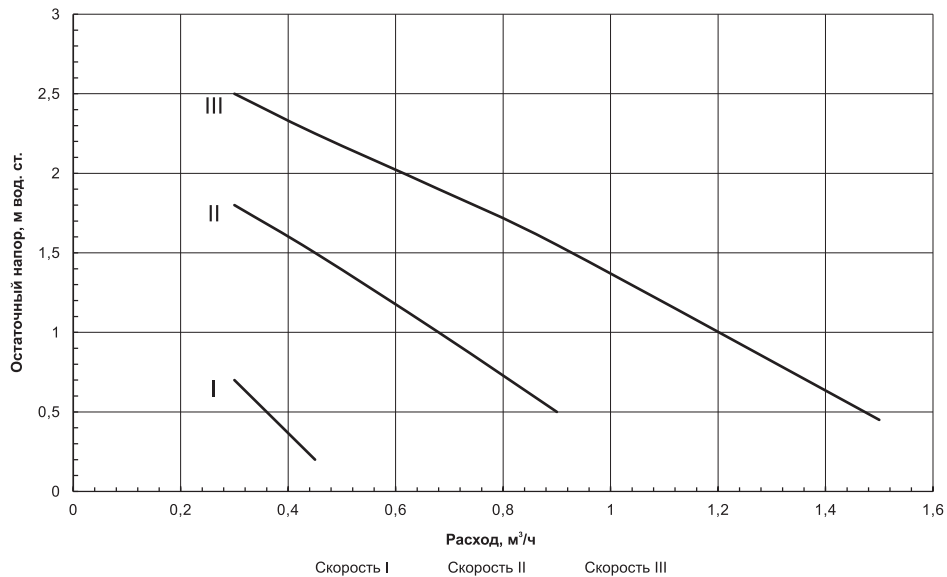
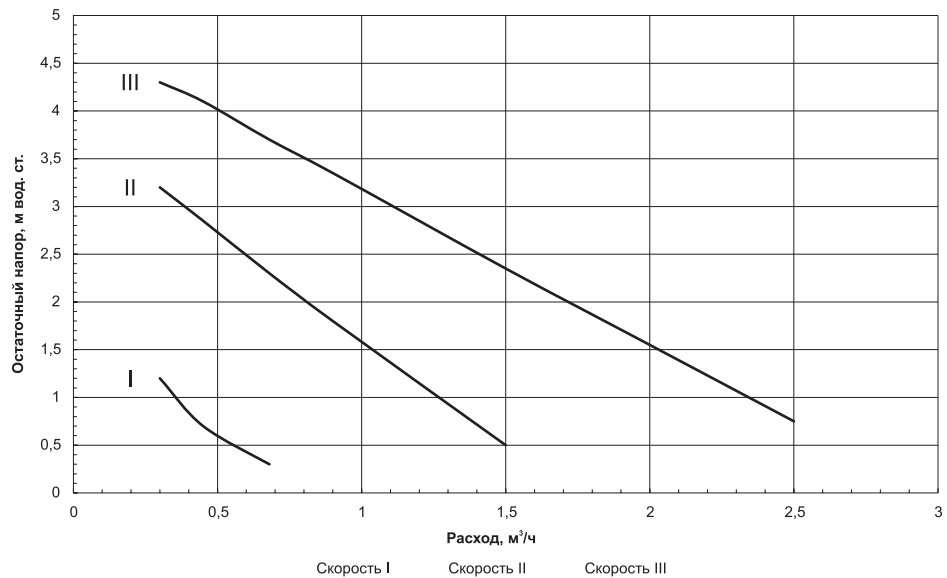
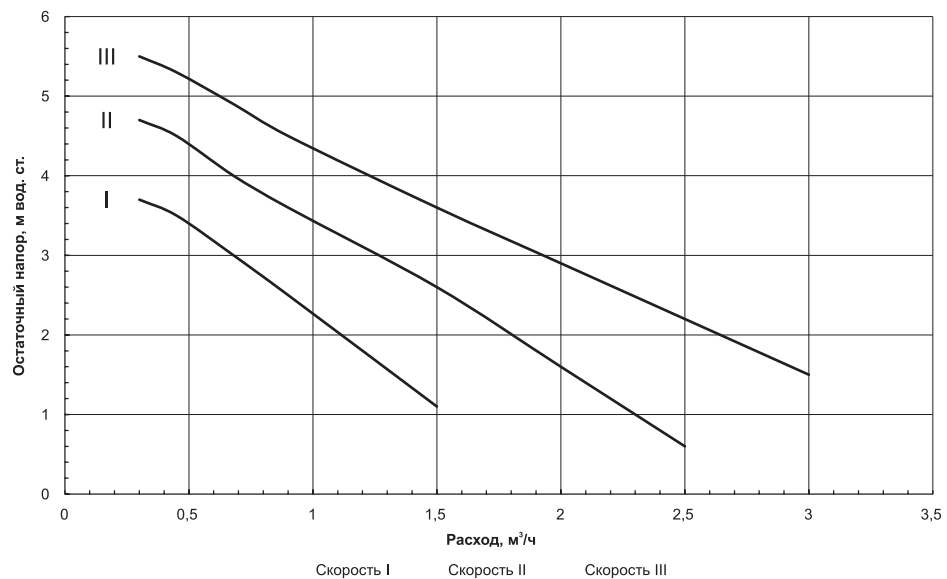

Рис. 1 Остаточный напор для циркуляционного насоса ZOTA RING 25/40 (для котлов МК-Х 4,5 - 7,5 кВт)
Рис. 2 Остаточный напор для циркуляционного насоса ZOTA RING 25/60 (для котлов МК-Х 9 - 24 кВт)
Рис. 3 Остаточный напор для циркуляционного насоса ZOTA RING 25/70 (для котлов МК-Х 30 - 36 кВт)
** График остаточного напора для циркуляционных насосов показан на Рис. 1, Рис. 2, Рис. 3